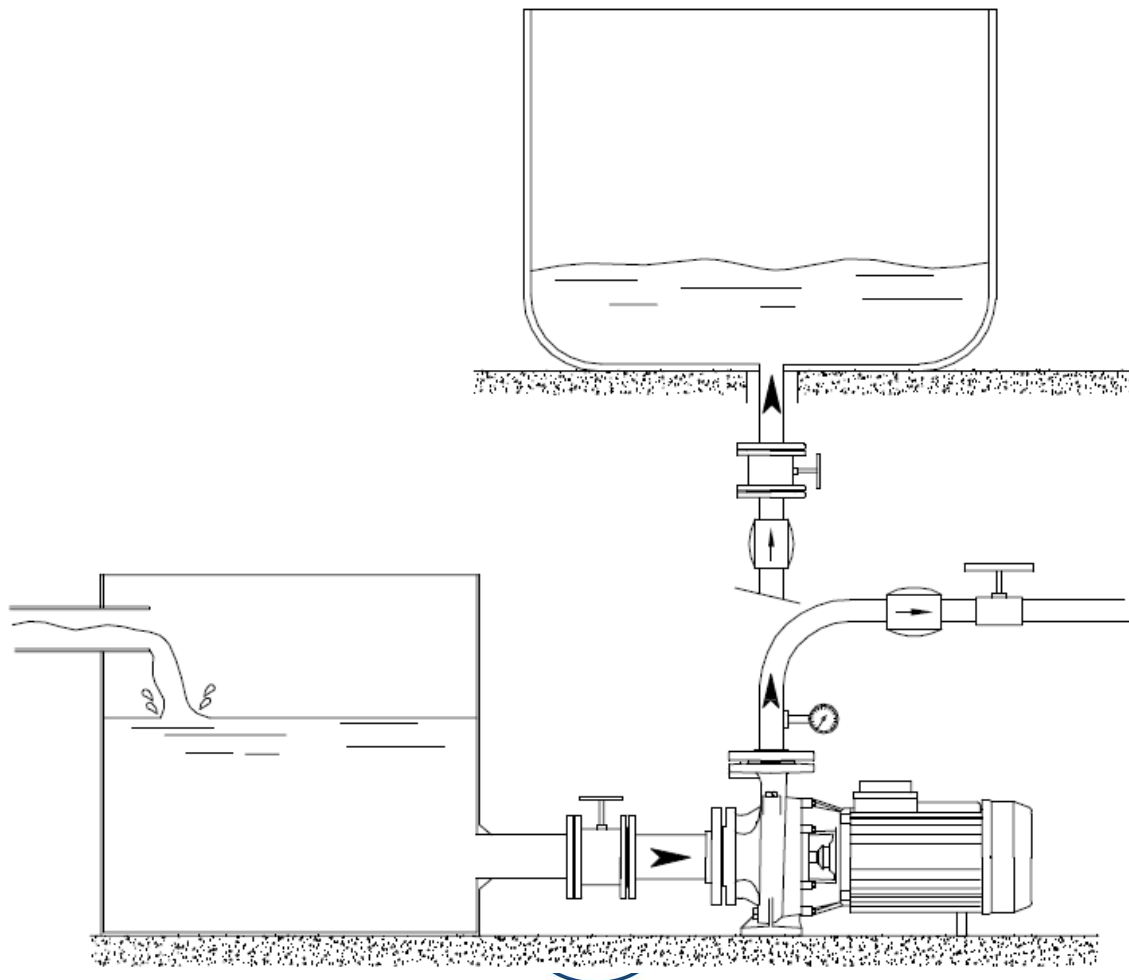

Fig. 3
-Fig. 3-
- La tuyauterie de refoulement est appropriée si elle est pourvue d'une soupape de rétention (positionnée en amont, anti-bélier, et empêchant l'écoulement inversé à travers la turbine) et d'une soupape de régulation (positionnée en aval, pour pouvoir réguler la portée, la prévalence et la puissance absorbée). -Fig. 3- Dans le cas d'électropompes auto-amorçantes, pour des hauteurs d'amorçage-aspiration élevées (supérieures à 5 m, mais inférieures à 9 m) le tuyau de refoulement doit avoir un segment droit et vertical d'au moins 1,0 m.